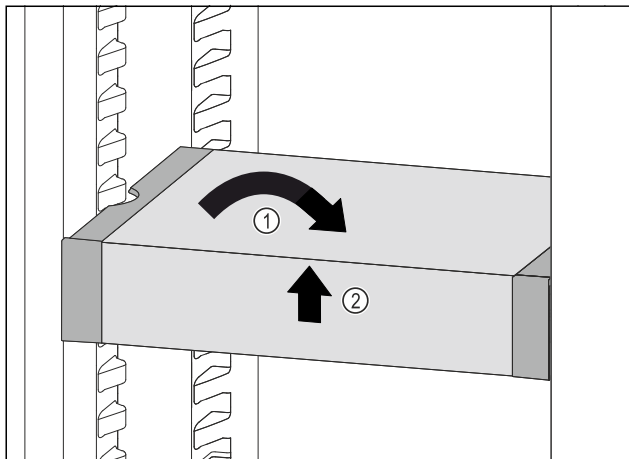

Fig. 88
- ▶ Изправете VarioSafe. Fig. 88 (1)
- ▶ Повдигнете VarioSafe отпред. Fig. 88 (2)